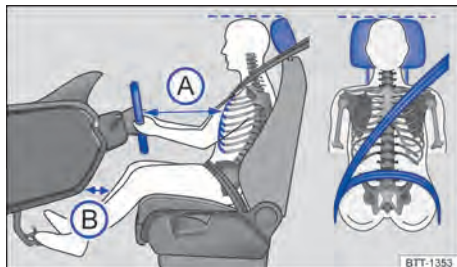

Fig. 22 Distância correta do condutor em relação ao volante, posição correta do caderço do cinto de segurança e ajuste correto do apoio para cabeça.
- Ajustar o banco de modo que a distância entre o volante e o tórax tenha no mínimo 25 cm → Fig. 22 A e que o condutor possa segurar o volante pela borda externa com as duas mãos e os braços ligeiramente flexionados.
- Ajustar o banco do condutor na direção longitudinal de modo que os pedais possam ser acionados com as pernas ligeiramente arqueadas e a distância para o painel de instrumentos na área do joelho seja de, no mínimo, 10 cm → Fig. 22 B.
- Ajustar o apoio para cabeça de modo que a sua borda superior se encontre preferencialmente na mesma linha da parte superior da cabeça → Fig. 22 – porém não abaixo da altura dos olhos. Posicionar a parte posterior da cabeça o mais perto possível do apoio para cabeça.